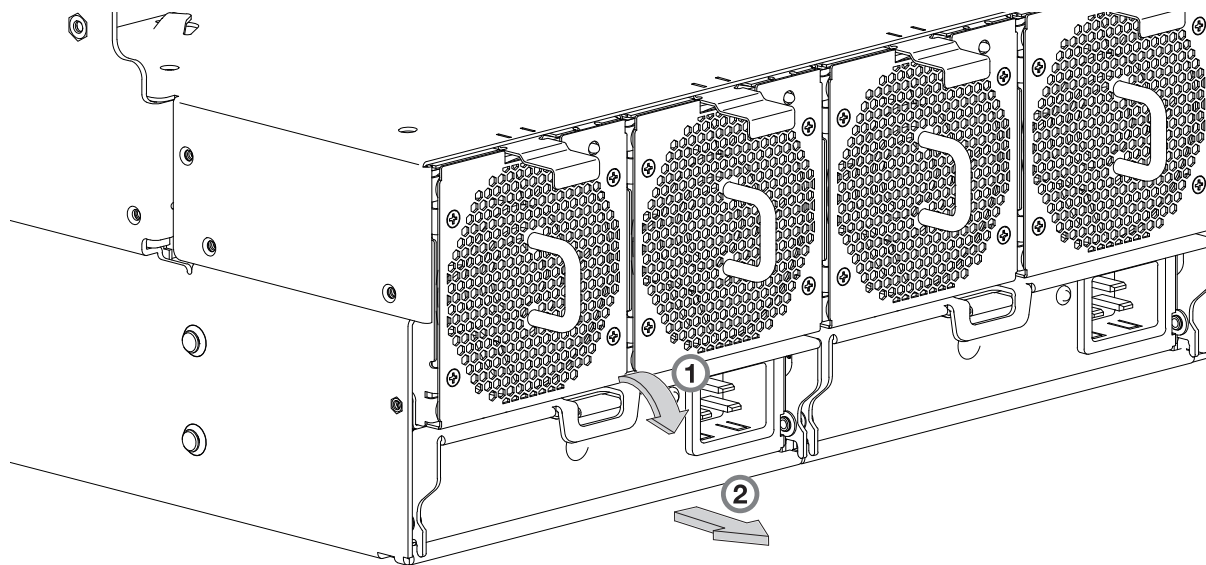
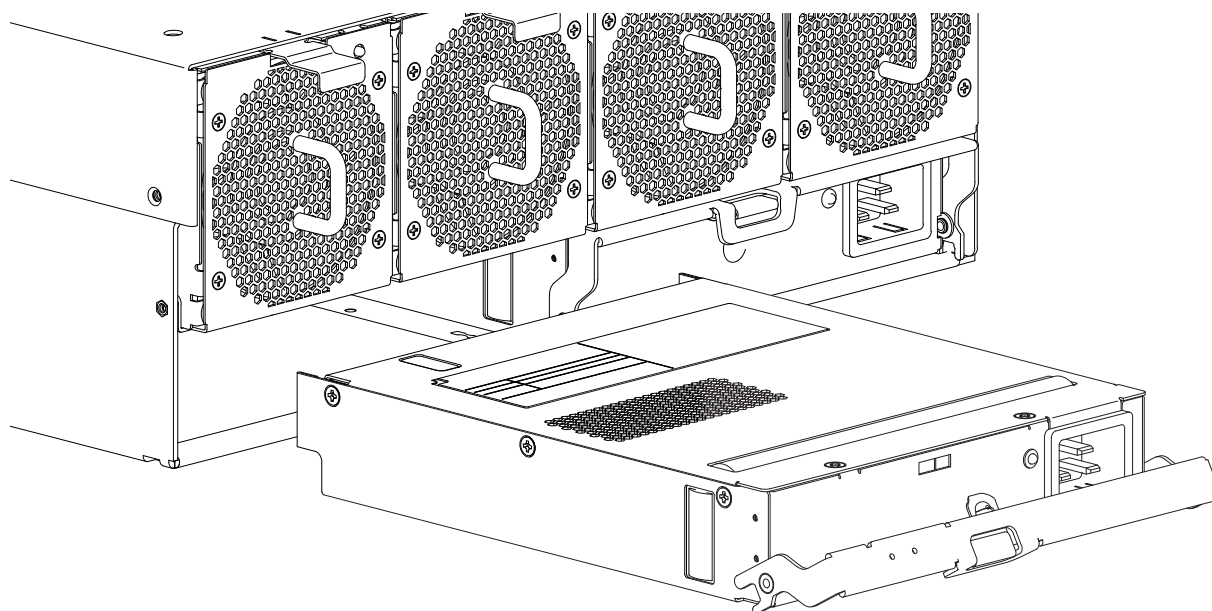

図 62. PSU の取り外し (1/2)
図 63. PSU の取り外し (2/2)
83 ページの図 62 に示されているように、下外側方にハンドルを回してエンクロージャーから PSU を取り出します。
8. ハンドルをつかんで PSU を引き出します。図 63 に示されているように、エンクロージャーから PSU を取り外すときは、必ずモジュールの底を両手で支えるようにしてください。
この手順を実行する際には、83 ページの図 62 および 83 ページの図 63 を参照してください。ただし、ここではモジュールを (取り外すのではなく) スロットに挿入するため、矢印の向きは無視してください。